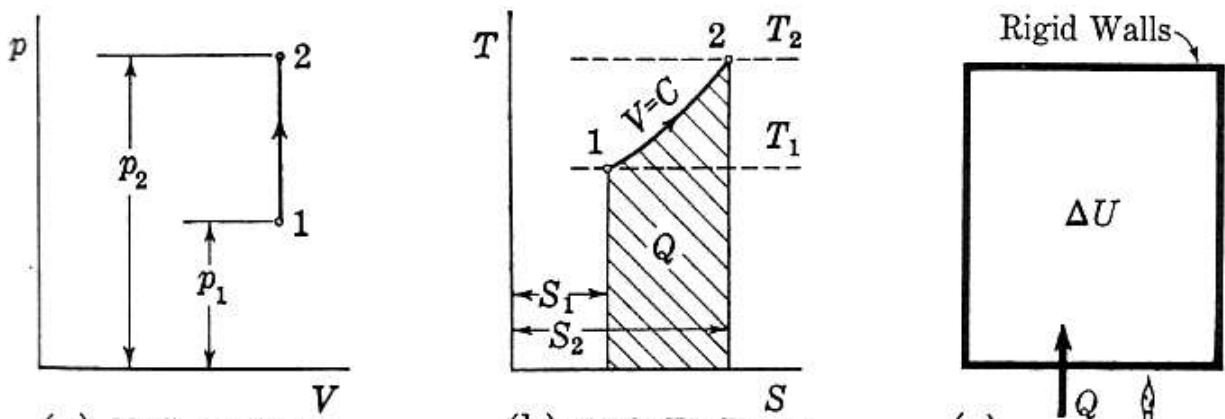

Figura 2.1 Proceso a volumen constante:(a) en el plano p-V; (b) en el plano T-S; (c) representación física.
- Un tal proceso en el plano **p-V** se representa en la **Figura 2.1 (a)** por la línea vertical, la evolución 1-2 ($dV = 0$ o bien $dv = 0$), y se denomina **Isócoro** (o isométrico).
- En el plano **T-S**, **Figura 2.1 (b)**, tal evolución tendrá pendiente positiva hacia el lado derecho del gráfico; la energía (calor) fluye hacia el sistema. Si el proceso es internamente reversible, para el caso de un gas ideal, a partir de la ecuación de la diferencial de entropía másica :